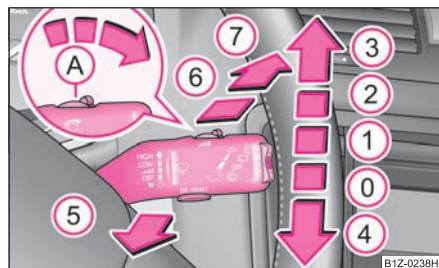

Fig. 54 Maneta de acționare a ștergătoarelor de parbriz
Maneta de acționare a ștergătoarelor ⇒ fig. 54 are următoarele poziții:
- Când ștergătoarele funcționează încet ② sau rapid ③ ⇒ pagina 61, fig. 54 și viteza de deplasare se reduce sub 4 km/h, se va comuta automat pe o treaptă imediat inferioară. La creșterea vitezei peste 8 km/h se va relua ștergerea existentă anterior.
Pentru spălarea farurilor, după fiecare prima și a cincea spălare a parbrizului se vor spăla și farurile; pentru aceasta farurile trebuie să fie aprinse și maneta de acționare a ștergătoarelor de parbriz trebuie să fie menținută cca. 1 secundă în poziția ⑤ ⇒ pagina 61, fig. 54.
- Apăsăți apoi în interval de 20 secunde maneta ștergătoarelor în poziția ④ ⇒ pagina 61, fig. 54 - brațele ștergătoarelor adoptă poziția de service.